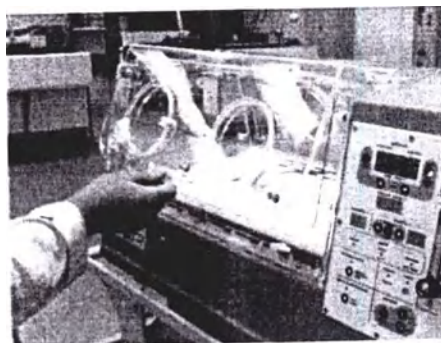

Рисунок 59
3.6.8 Открыть откидной передний люк капсулы (рисунок 59).